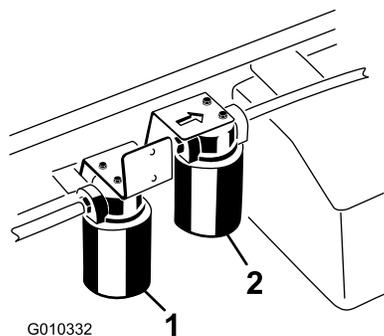

Figura 70
2. Limpe a área em torno da superfície de montagem do filtro. Coloque um recipiente de escoamento debaixo do filtro e retire o filtro (Figura 70).
1. Limpe a zona em torno da montagem do filtro de alto fluxo (Figura 70). Coloque um recipiente de escoamento debaixo do filtro e retire o filtro.